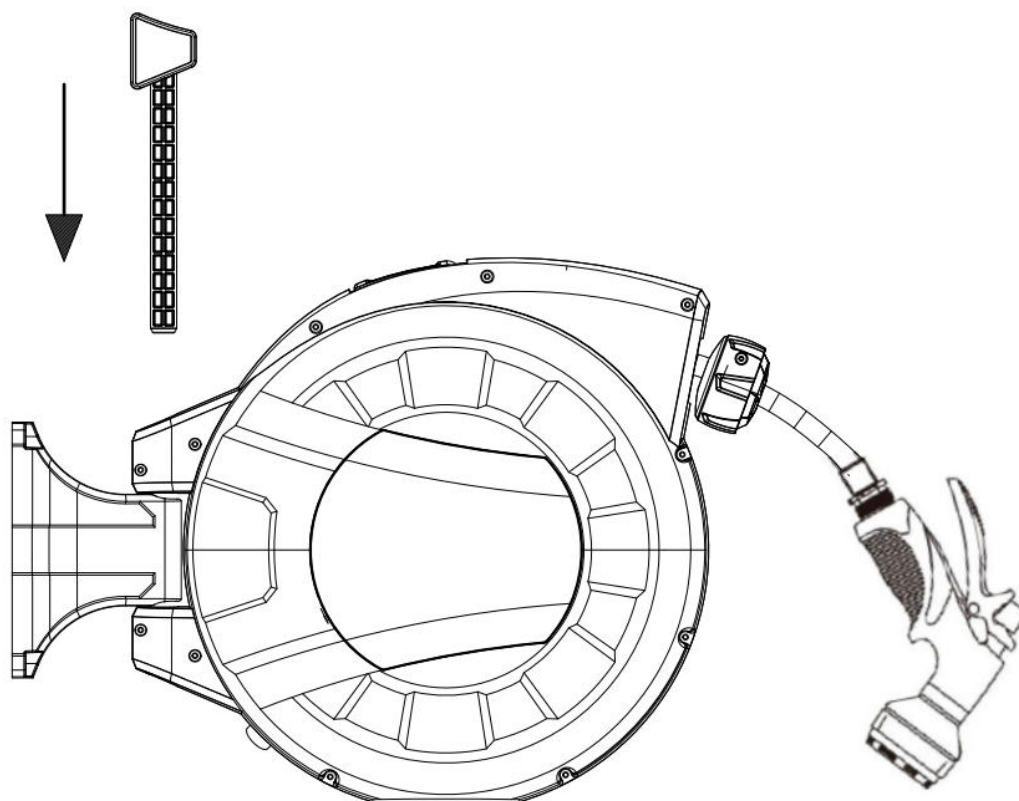

Fig.3
5. Connectez le dévidoir au support de montage (Fig.3).